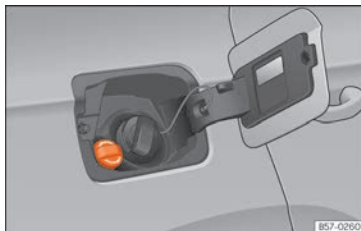

Fig. 224 Tapón de la boca de llenado del depósito de AdBlue.
- Abra la tapa del depósito »» **fig. 224**.
- Gire el tapón de cierre de la boca de llenado de SCR hacia la izquierda »» fig. 224.